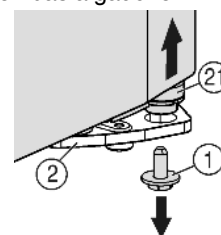
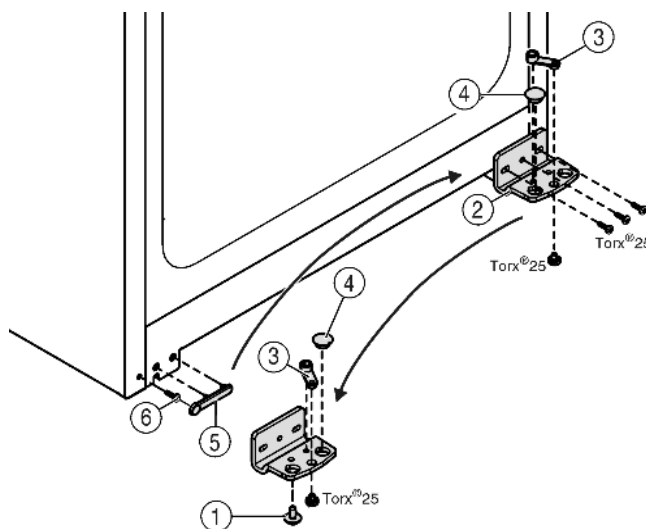

Fig. 5
Fig. 6
- ▶ Dévisser la vis de blocage du support d'appui Fig. 5 (1) en bas à droite.
- ▷ Le pivot d'appui Fig. 5 (21) se desserre du support d'appui Fig. 6 (2).
- ▶ Si le pivot d'appui Fig. 5 (21) ne se desserre pas, chasser le support par le bas.
- ▶ Dévisser le support d'appui Fig. 6 (2).
- ▶ Dévisser l'élément pivotant Fig. 6 (3) et le permuter dans le trou opposé du support d'appui, revisser à fond.
- ▶ Retirer le bouchon Fig. 6 (4) du support d'appui et le placer dans le trou du côté opposé au support d'appui.
- ▶ Retirer le cache Fig. 6 (5) côté poignée avec précaution.
- ▶ Retirer la vis Fig. 6 (6) et la revisser sur le côté opposé.
- ▶ Remettre en place le cache Fig. 6 (5).
- ▶ Revisser le support d'appui Fig. 6 (2) sur le nouveau côté charnière, en utilisant une visseuse sans fil si nécessaire, avec un couple de serrage de 4 Nm.
- ▶ Visser la vis d'arrêt Fig. 5 (1) en bas dans le pivot d'arrêt et la serrer à fond (**avec 4 Nm**).